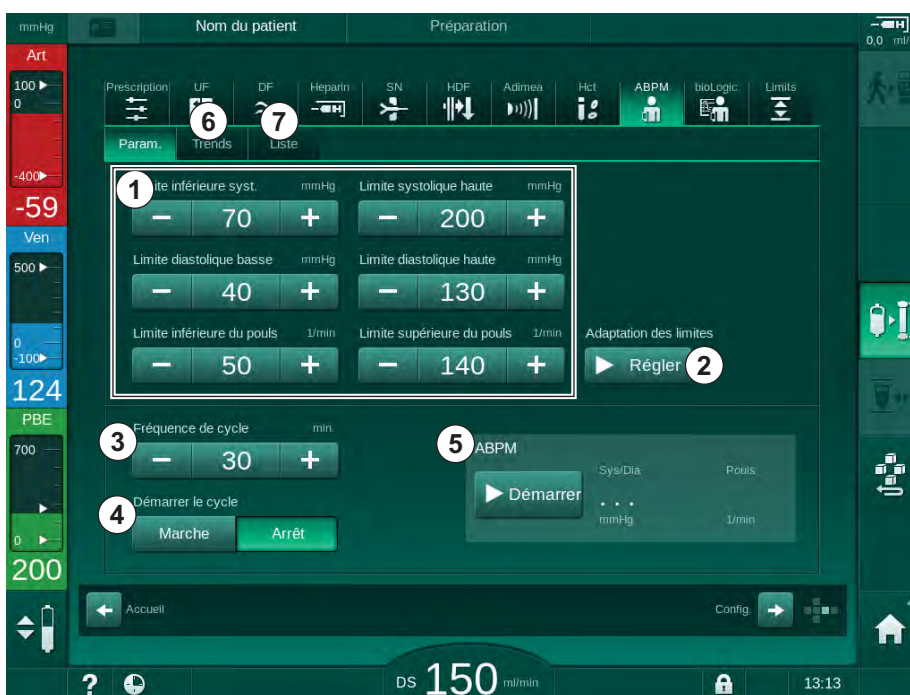

Fig. 11-5 Paramètres ABPM sur l'écran *Entrée*
2. Pour ajuster les limites d'alarme à des valeurs autour de la tension artérielle mesurée, touchez *Adaptation des limites*, *Définir* (Fig. 11-5 , ② ).
1. Pour activer/désactiver les mesures cycliques avec la fréquence de mesure définie, sélectionner *Démarrer le cycle, Marche* (Fig. 11-5 , ④).
2. Pour définir la fréquence de mesure, sélectionner *Fréquence de cycle* ③. Intervalle possible : 1 à 60 minutes.
Toucher *Démarrer* dans la boîte de groupe *Paramètres ABPM* sur l'écran *Entrée* (Fig. 11-5 Paramètres ABPM sur l'écran Entrée (265), ⑤ ).